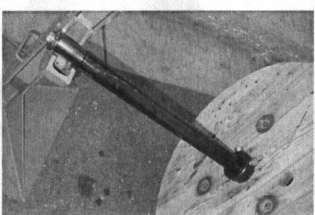

Fig. 2
- Ajuste los conos a la medida de la bobina y apriete con una llave inglesa los tornillos (Fig 2).